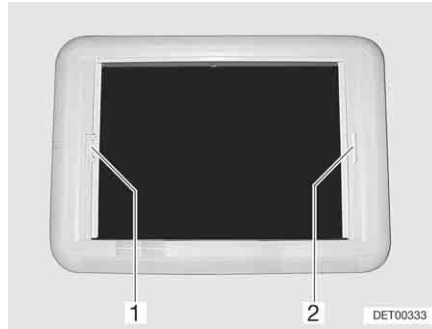

Fig. 75 Oblò Heki, bloccaggio tenda a rullo
Chiusura: ■ Tirare l'oscurante a rullo per la maniglia (Fig. 75,2) verso la maniglia contrapposta della zanzariera a rullo (Fig. 75,1) e farlo innestare.
■ Con l'altra mano premere il listello di sblocco in direzione dell'impugnatura tenendo l'impugnatura della zanzariera a rullo (Fig. 75,1). Il bloccaggio si sblocca.
Chiusura: ■ Tirare la zanzariera a rullo per la maniglia (Fig. 75,1) verso la maniglia contrapposta dell'oscurante a rullo (Fig. 75,2) e farla innestare.
Apertura: ■ Tenere ferma la zanzariera a rullo (Fig. 75,1) con l'impugnatura e premere il listello di sblocco in direzione dell'impugnatura. Il bloccaggio si sblocca.